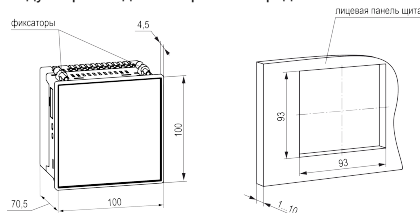

Рисунок 2 – Габаритные размеры и монтажного отверстия в щите
1. Подготовить в щите управления монтажный вырез для установки прибора (см. *рисунок 2*).